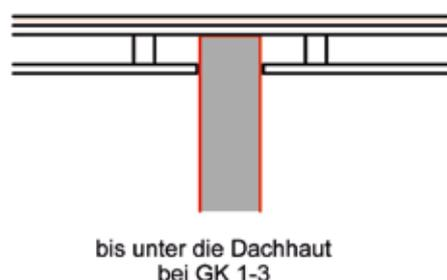

Abbildung 3: Brandwand, § 30 (5) [2]
- Bei Gebäuden der Gebäudeklassen 1 bis 3 sind Brandwände mindestens bis unter die Dachhaut zu führen.² (s. Abb. 3)